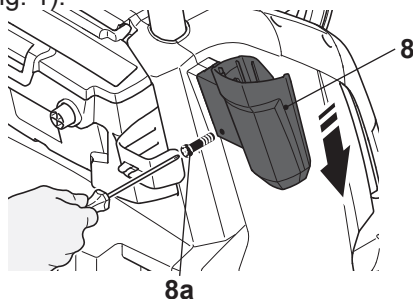

Fig. 1
1. Deslize o suporte da pistola para pintura (8) para o produto e prenda-o com o parafuso (8a) (Fig. 1).